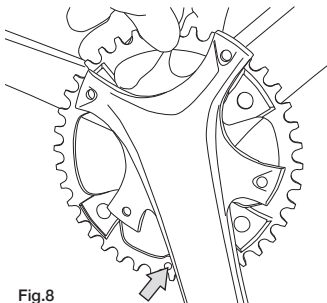

Fig.8
- Coloque el nuevo plato en el soporte del conjunto de plato y bielas, haciendo coincidir el pasador del plato con la biela (Fig. 8).